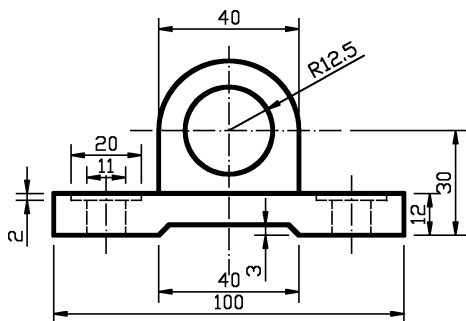

图 5-84 半径标注
9) 在功能区单击“常用”选项卡→“注释”面板→“半径”按钮, 为图形标注半径, 如图 5-84 所示。